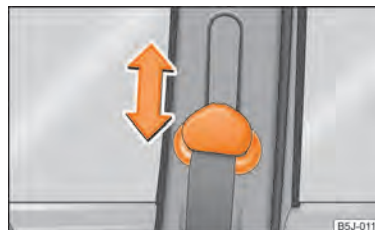

Fig. 100 Scaun față: Reglarea pe înălțime a centurii
- Pentru reglare apăsați dispozitivul de reglare și deplasați-l în sus sau în jos ⇒ fig. 100.